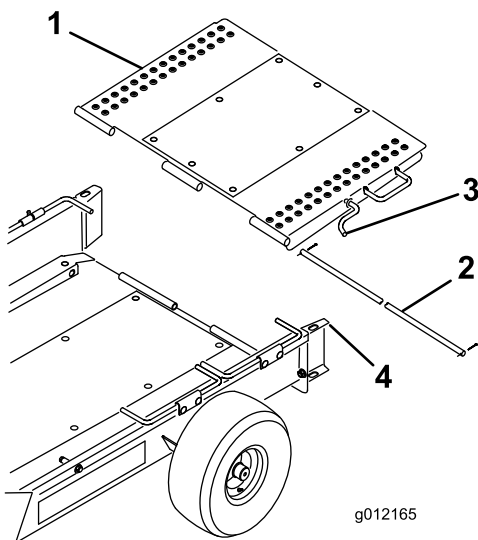

Figura 4
4. Montate la rampa del rimorchio sul retro del pianale con il perno di incernieramento e le due coppiglie (Figura 4).
5. Ruotate verso l'alto la rampa del rimorchio e agganciate il suo fermo nel foro nella parte superiore della guida ruota (Figura 4).
7. Ruotate verso l'alto la rampa del rimorchio e agganciate il suo fermo nel foro nella parte superiore della guida ruote (Figura 4).